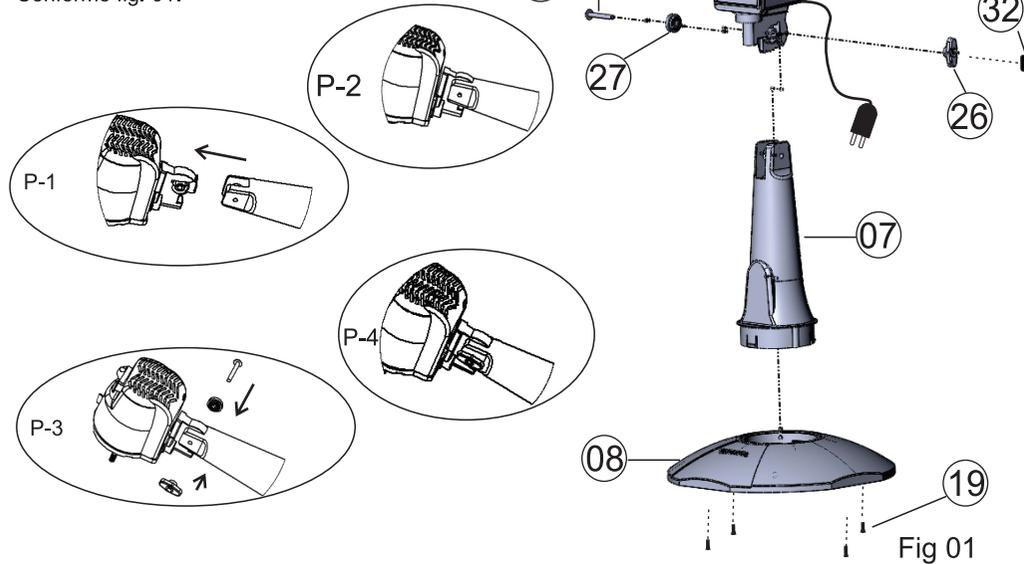

Fig 01
- 1º- Encaixar o corpo (07), no conjunto motor (28), encaixar disco trava (27) no parafuso francês (25), no furo do conjunto motor (28) e corpo (07). Conforme passo P-1 e P-2.
- 2º- Encaixe a porca (32) na borboleta (26), Enrosque a borboleta (26) no conjunto parafuso, francês (25) e disco trava (27). Conforme passo P-3 e P-4.
- 3º- Encaixar base (08) no corpo (07) Conforme fig. 01.